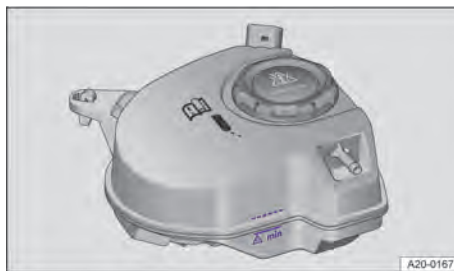

Abb. 208 Im Frontraum: Markierung an dem Kühlmittelbehälter (Prinzipdarstellung).
1. Motorkühlmittelstand bei kaltem Motor an den seitlichen Markierungen des Kühlmittelbehälters prüfen → **Abb. 208**.
3. Motorkühlmittel bis zur oberen Füllstandsmarkierung auffüllen. Motorkühlmittelstand muss nach dem Auffüllen des Motorkühlmittels innerhalb der Markierungen am Kühlmittelbehälter liegen → **Abb. 208**.